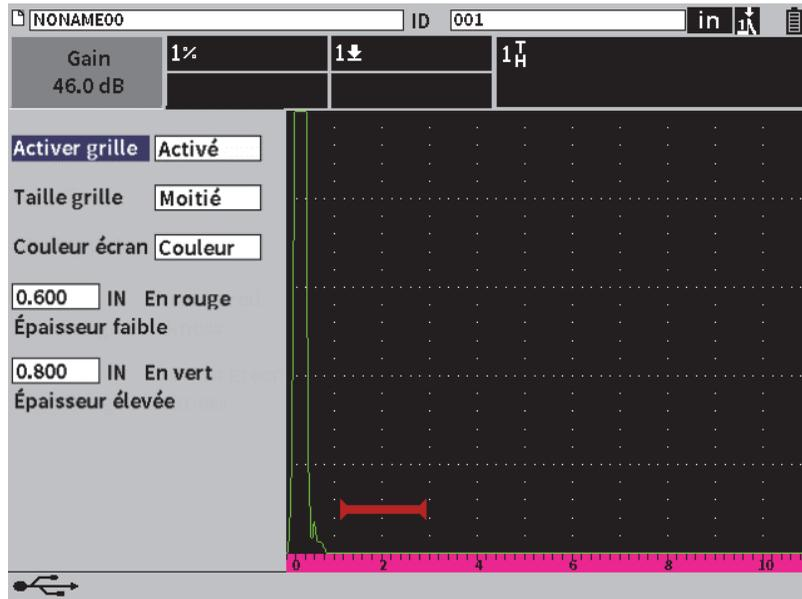

Figure 9-25 Boîte de dialogue de la vue de la grille
4. Appuyez sur la touche d'entrée pour ouvrir la boîte de dialogue de la vue de la grille (voir Figure 9-25 à la page 155).